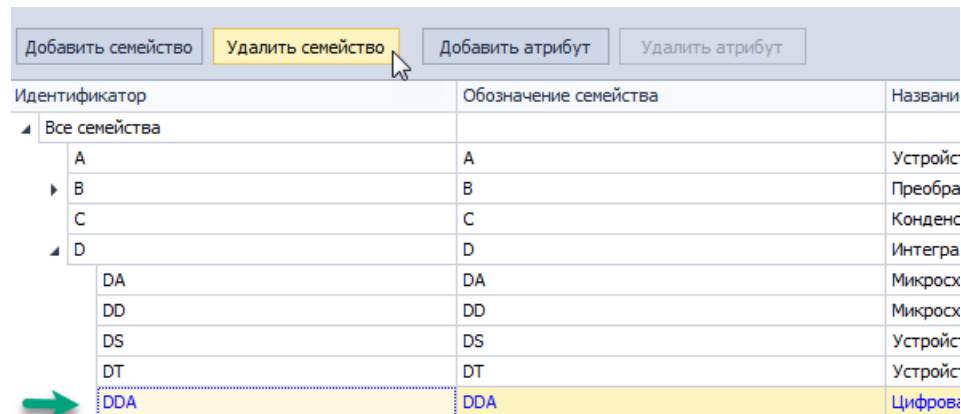

Рис. 37 Выбор семейства
3. Выбрать в таблице семейств то семейство, которое необходимо удалить, Рис. 37.